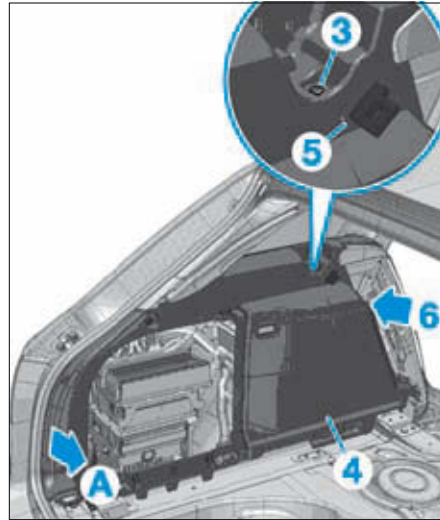

FIG. 31
- la vis (3) de la garniture latérale (4) de coffre à bagages (Fig.31).
- le protecteur caoutchouc (5) du support de grille de séparation (selon équipement),
- Décrocher d'abord le revêtement latéral de coffre à bagages au niveau de l'étrier de retenue en (6), puis au niveau des revêtements du montant de pied arrière en (A) et du montant de custode.